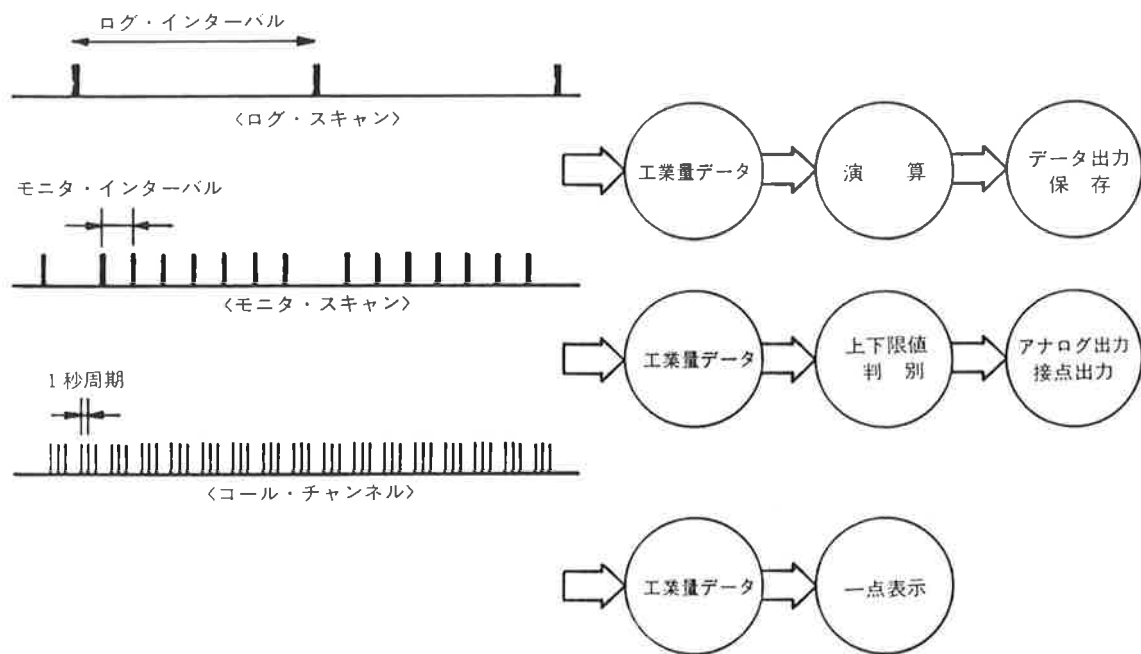

図3-3 **TR2731** の計測動作概念
**TR2731** コンピューティング・データ・ロガーは、ログ・スキャン、モニタ・スキャンおよびコール・チャンネルという3種類の計測動作を同時並列に行なう能力を持っています。〔図3-3〕に動作概念を示します。